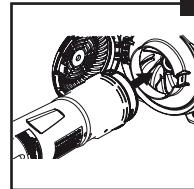

Fig. 06
- 3.** Insira o tubo superior do aspirador na entrada do motor e gire o tubo superior no sentido horário com ambas as mãos até que a aba da trava se coloque em seu lugar (Fig. 06).